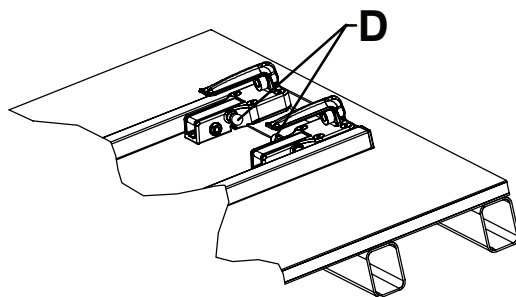

Рисунок 11 – Правильная ориентация крюков головного конца — вид 4С
- Красные ручки освобождения должны быть направлены к центру фиксатора (Рисунок 11).